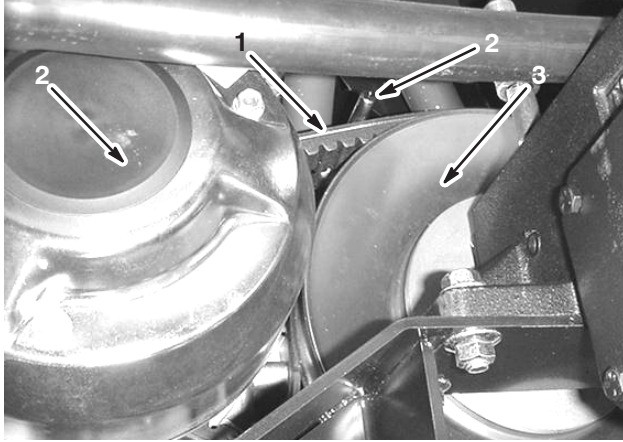

Bild 52
1. Lockern Sie die beiden Riemenführungen in der Nähe der sekundären Kupplung (Bild 52).
2. Drehen Sie den Riemen und verlegen ihn über die sekundäre Kupplung (Bild 52).
3. Entfernen Sie den Riemen von der Hauptkupplung (Bild 52).
4. Legen Sie den neuen Riemen auf die Hauptkupplung (Bild 52).
5. Drehen Sie den Riemen und verlegen ihn über die sekundäre Kupplung (Bild 52).